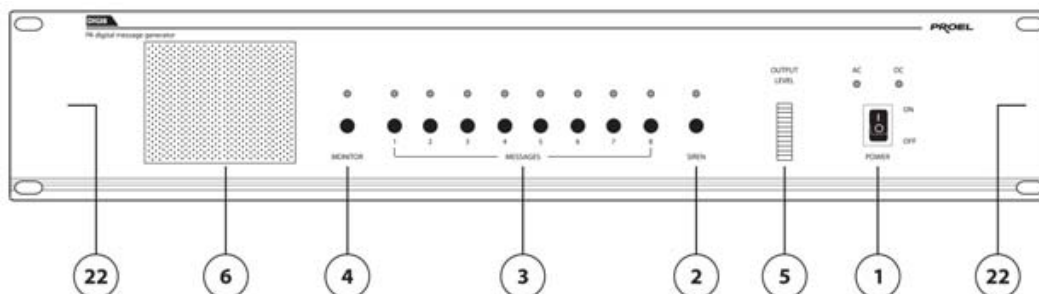
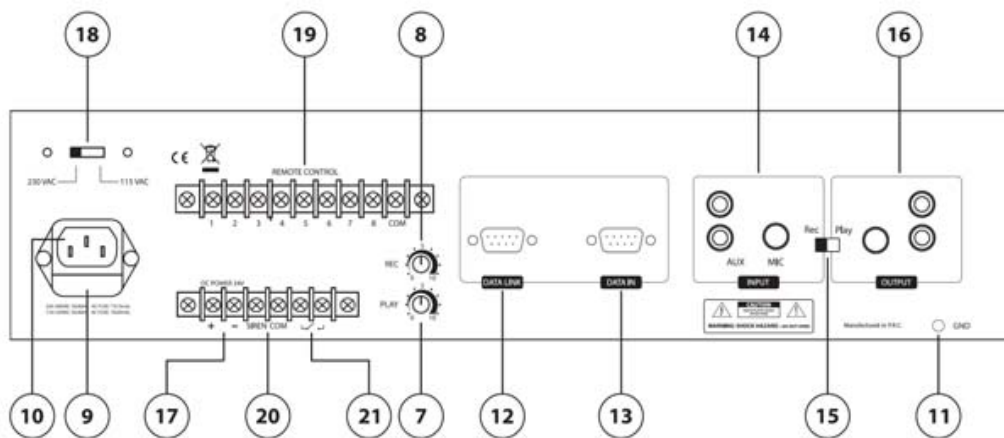

fig.1
fig.2
Per alimentare l'unità di potenza connettere, nella posizione 18 di **fig.2**, il cavo fornito in dotazione.
- Al fine di prevenire eventuali malfunzionamenti è consigliabile non utilizzare contemporaneamente l'alimentazione di rete (230 Vac) con quella in continua (24 Vdc). Per accedere ai morsetti d'alimentazione a 24 Vdc (**fig.2**) rimuovere il coperchio di protezione svitando le rispettive viti.
Posizionare il selettore posteriore (**fig.2** rif.15) su “**PLAY**”, attivando un qualunque tasto Message1 - Message8 o SIREN (**fig.1** rif.3/2), viene riprodotto il relativo messaggio preregistrato.
Posizionare il selettore posteriore (**fig.2** rif.15) su “**REC**”, attivando un qualunque tasto Message1 - Message8 (**fig.1** rif.3/2), è possibile registrare in memoria il messaggio desiderato.